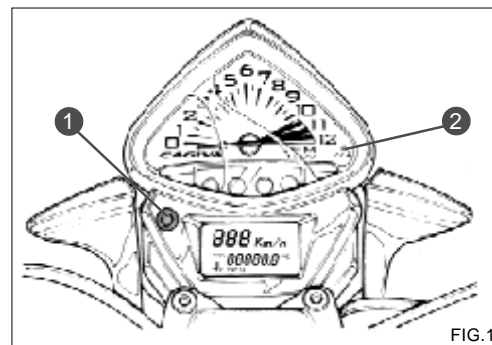
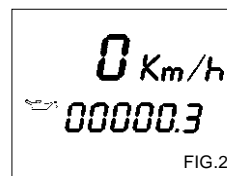
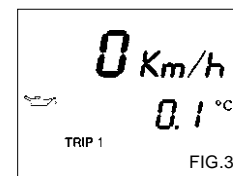

FIG.1
FIG.2
FIG.3
L'affichaggio del tableau de bord possiede quattro funzioni principali, una di compteur kilométrique total, deux de compteur journalier et une de thermomètre. Lorsque la clé de contact est positionnée sur "ON", l'affichaggio donne ce qui se trouve sur la figure 1 pendant 3 secondes environ, ensuite, il affiche la fonction utilisée avant la dernière coupure du moteur qui peut être l'une des suivantes, indiquées aux fig. 2, 3, 4 et 5. Pour changer l'affichaggio, appuyer sur le bouton (1) de fig. 1.
La fig. 2 indique le compteur kilométrique avec la totalité des kilomètres parcourus, les fig. 3 et 4 indiquent les kilométrages partiels ; par exemple, l'un d'eux peut être utilisé pour avoir la distance totale d'un voyage et l'autre pour les étapes. Les compteurs journaliers se mettent à zéro en appuyant pendant 2 secondes environ sur le bouton (1) de fig. 1.
Der Bildschirm des Instrumentes verfügt über vier Hauptfunktionen; einmal als Gesamtkilometerzähler, zweimal als Tageskilometerzähler und einmal als Thermometer. Wenn der Schlüssel auf dem Zündendmass auf "ON" gestellt wird, zeigt der Bildschirm etwa 3 Sekunden lang das, was in der Abb. 1 dargelegt ist, und anschließend die kurz vor dem Abschalten des Motors gebrauchte Funktion, wie in den Abb. 2, 3, 4 und 5 dargestellt ist. Zur Anzeigeänderung auf den Druckknopf (1) aus der Abb. 1 drücken.
In der Abb. 2 ist der Kilometerzähler dargestellt, der die zurückgelegten Gesamtkilometer anzeigt, während die Abb. 3 und 4 die Tageskilometer zeigen. Ein Tageskilometerzähler kann z. B. benutzt werden, um die gesamte Entfernung einer Fahrt zu erfahren und der andere für die Teilstrecken. Beide Tageskilometerzähler können auf Null gestellt werden, indem der Druckknopf (1) aus der Abb. 1 etwa 2 Sekunden lang gedrückt gehalten wird.
El display del instrumento tiene cuatro funciones principales, una de cuentakilómetros total, dos de cuentakilómetros parciales y una de termómetro. Cuando la llave en el bloque encendido gira hasta la posición "ON", el visualizador indica lo que aparece en la fig. 1 durante aproximadamente 3 segundos, después visualiza la función utilizada antes del último apagado del motor que puede ser una de las siguientes, indicadas en las figuras 2, 3, 4 y 5. Para cambiar la visualización presione el pulsador (1) de la fig. 1.
La fig. 2 indica el cuentakilómetros con el total de los kilómetros recorridos, las figuras 3 y 4 indican los kilometrajes parciales; por ejemplo, uno se puede utilizar para obtener la distancia total de un viaje y el otro para las etapas. Los cuentakilómetros parciales se pueden poner a cero presionando durante 2 segundos el pulsador (1) de la fig. 1.